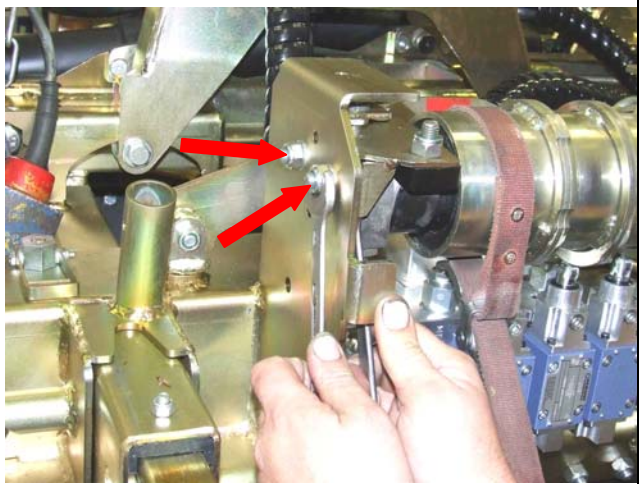

Fig.24
24. Kiristä molemmat ruuvit rummun vasemmalla puolella → Fig.24